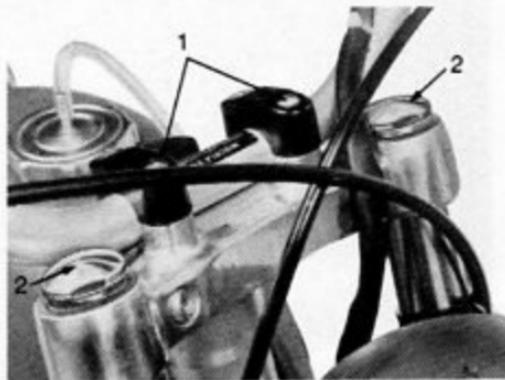

Fig. 18 - Tappi carico olio forcella
- Svitare le quattro viti che fissano i morsetti (Fig. 18) e staccare il manubrio.
- Svitare i tappi di carico olio (vedi Fig. 18) e versare gr. 170 per ogni gamba di olio FINA DEXRON ATF.